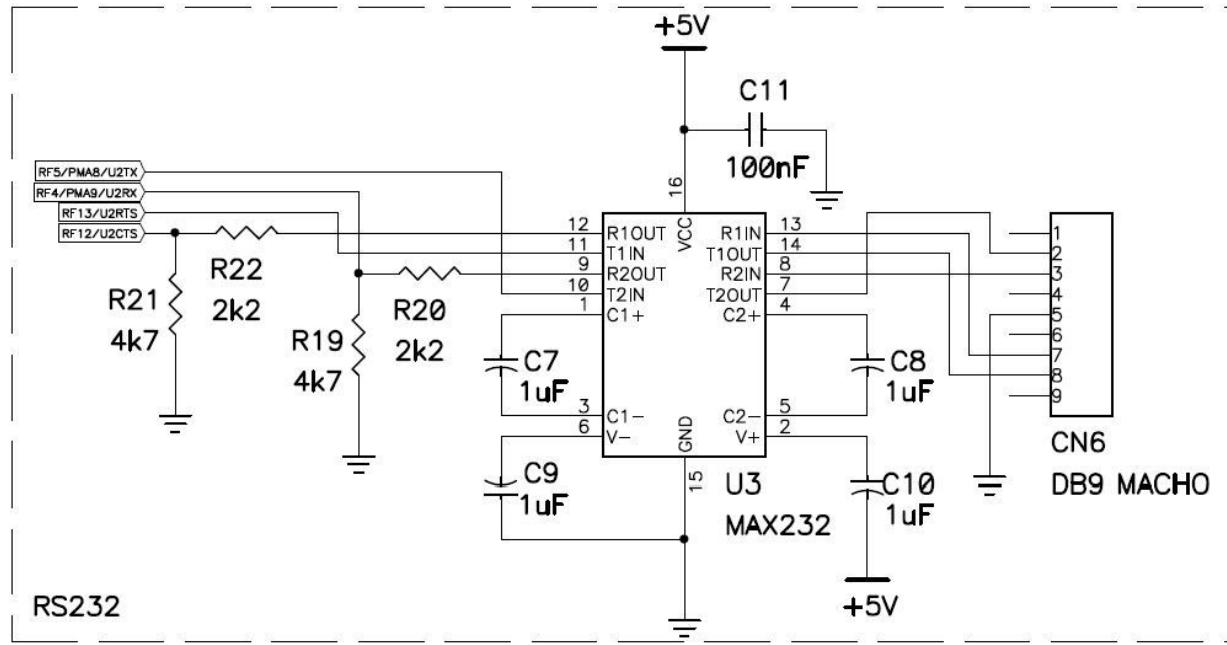

Figura 57 Esquema elétrico do conector DB9 e Driver MAX232 do kit EXPLORER16BR para comunicação RS232.
- a) **Tensão de Operação:** No protocolo RS232 o nível lógico '0' (zero) vai de -12V a -3V e o nível lógico '1' (um) vai de +3V a +12V. Tensões entre -3V e +3V são indeterminadas. Como usamos um MCU cujo nível de operação vai de 0 V a 3.3 V um *driver* para adequar os níveis de tensão se faz necessário. Na placa EXPLORER16 BR quem faz essa conversão é o CI MAX232. (Figura 57)
A utilização dos sinais RTS e CTS (pinos RF13/U2RTS e RF12/U2CTS do PIC32MX360F512, respectivamente) requer mais uma conexão no cabo DB9 (pinos 7 e 8, respectivamente), observe a Figura 57.